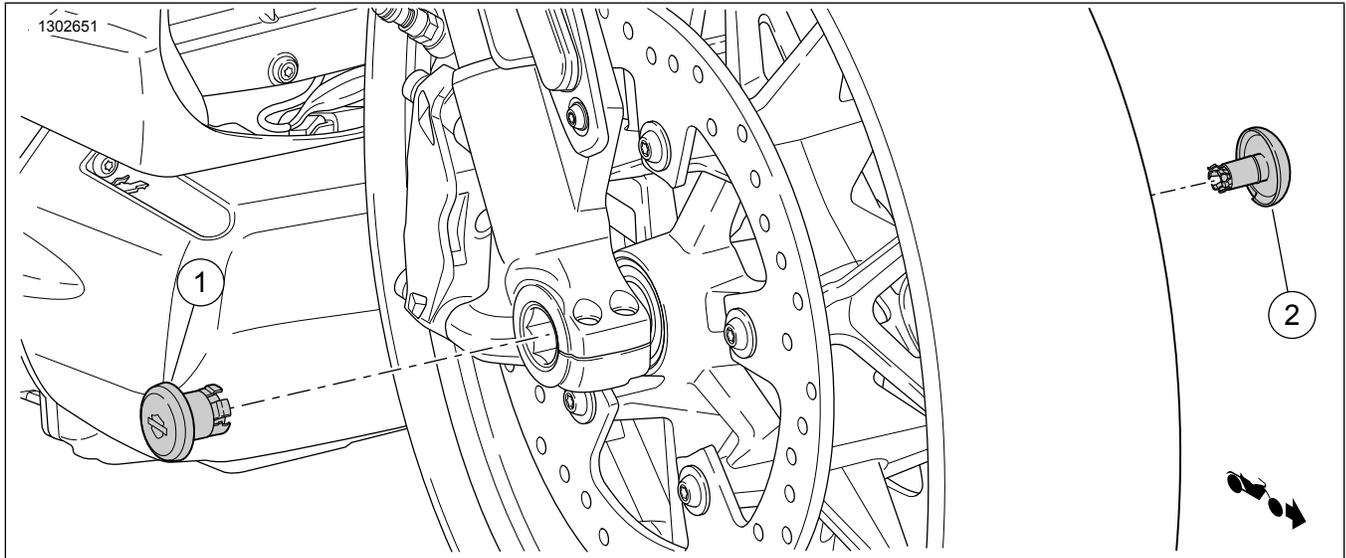

Figure 1. Contenu du kit : Chapeaux d'axe :
1. Figure 1 Ouvrir Équipement d'origine (Équipement d'origine) les couvercles d'axe (1, 2).
1. Figure 1 Installer un **nouveau** couvercle d'axe côté (hexagonal) droit (1).
2. Figure 1 Installer un **nouveau** couvercle d'axe côté (circulaire) gauche (2).